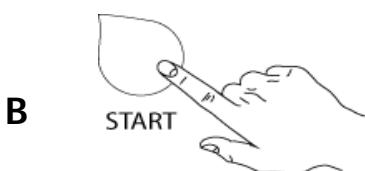

Abb. 16
- 5- Drücken Sie den KNOPF "B" - Waschzyklus starten. (Abb. 16)